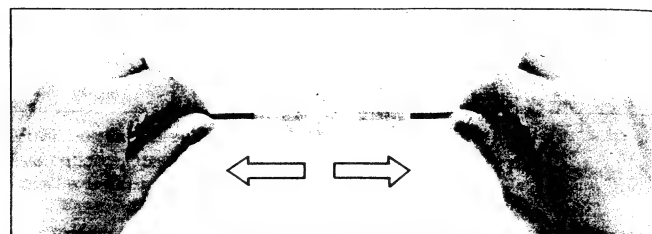

Figure 21
4. Pull the green lead by hands as illustrated Fig. 21 then the fuse of the fuse holder assumes no electrical connection. Keep this for about 10 seconds.
4. Die grüne Leitung gemäß Abbildung 21 mit den Händen auseinanderziehen, um den elektrischen Kontakt der Sicherung des Sicherungshalters zu trennen. Diesen Zustand ungefähr 10 Sekunden lang aufrechterhalten.
4. Tirer le fil vert à la main comme le montre la Fig. 21 puis le fusible et le porte-fusible sont déconnectés. Maintenir cet état pendant 10 secondes.